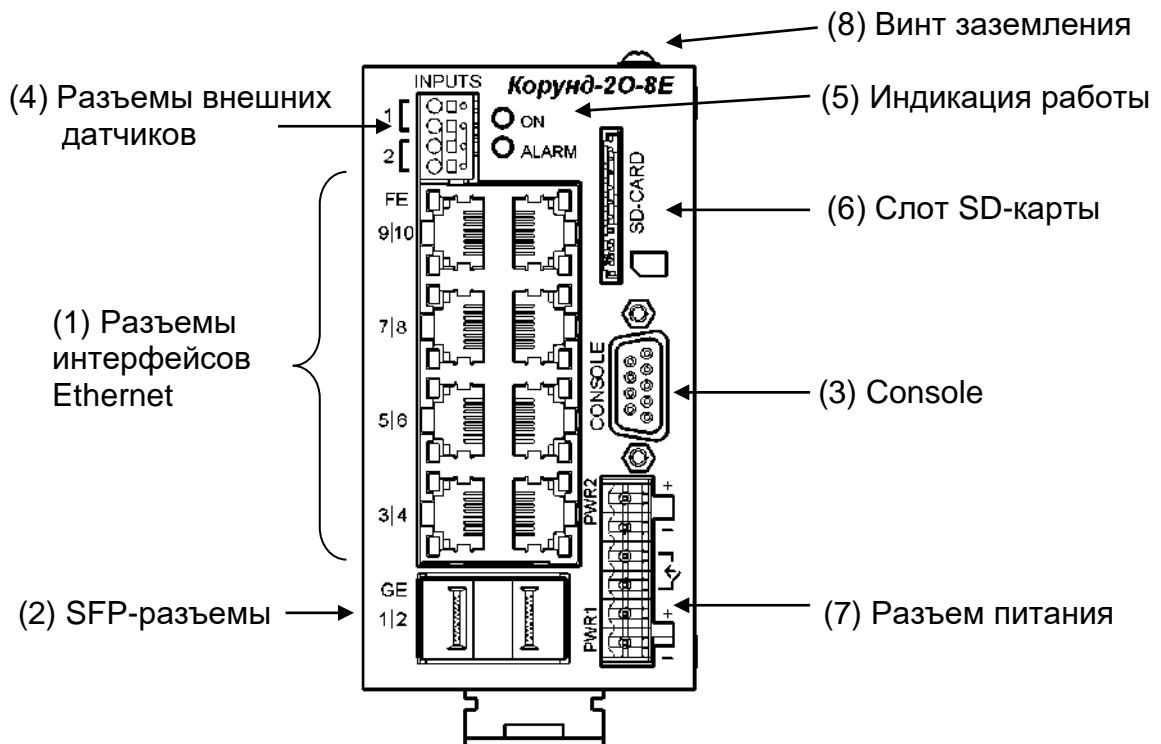
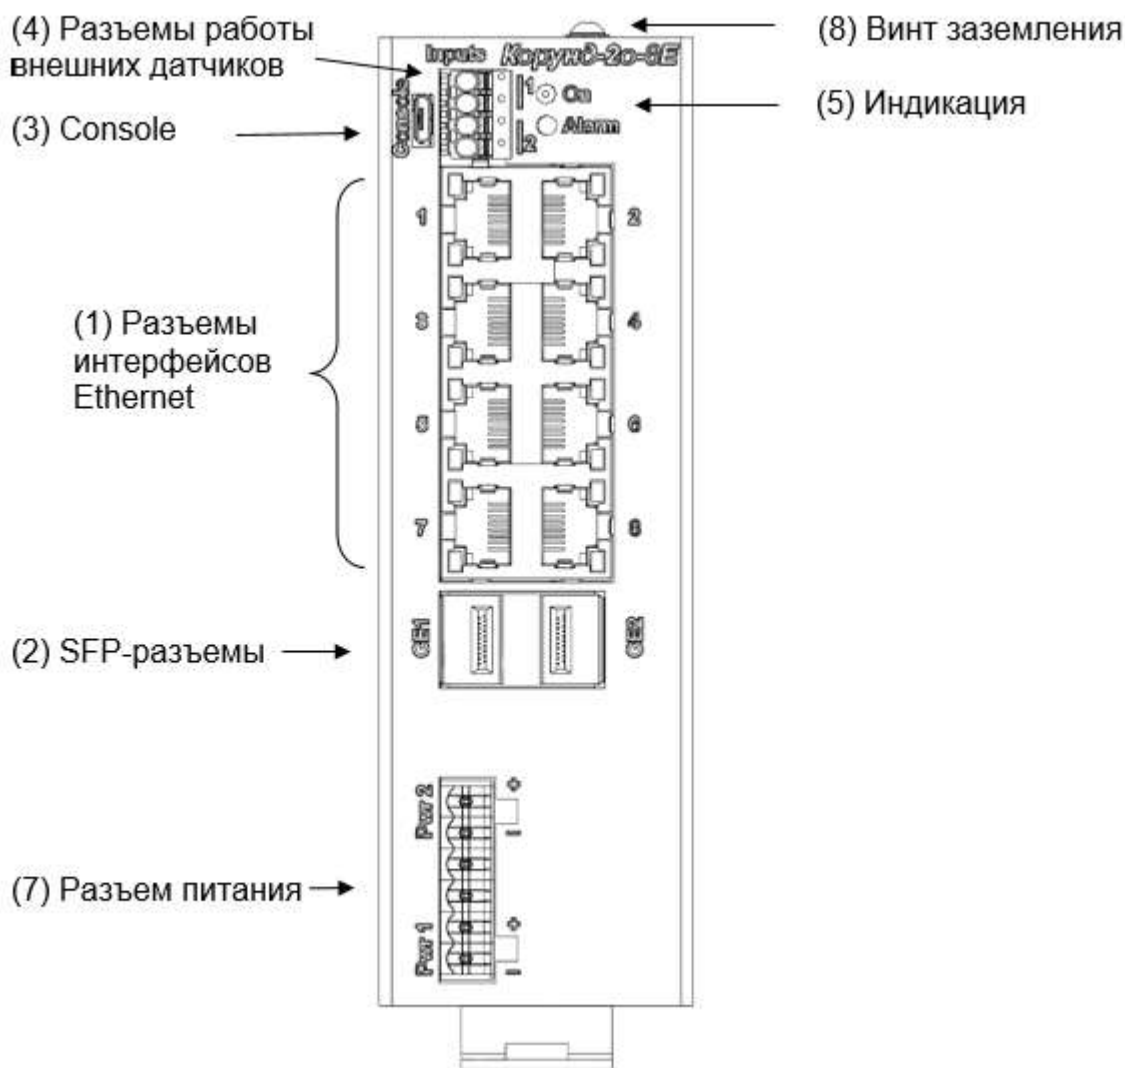

Рисунок 4.2.1 – Порты коммутатора Корунд-20-8Е (DIN 1)
Рисунок 4.2.2 – Порты коммутатора Корунд-2о-8Е исп. В (DIN 3)
4.2.1.1 Расположение и назначение разъемов показано на примере коммутаторов Корунд-20-8Е (DIN 1), рисунок 4.2.1, и Корунд-20-8Е исп. В (DIN 3), рисунок 4.2.2. На переднюю панель коммутатора выведены разъемы интерфейсов Ethernet типа RJ-45 (1), SFP-разъемы (2), интерфейс управления Console типа DB9 (3), разъемы внешних датчиков (4), индикация (5), слот для SD-карты (6) и разъем питания (7). На верхней панели располагается винт заземления (8), рисунки 4.2.1 и 4.2.2.